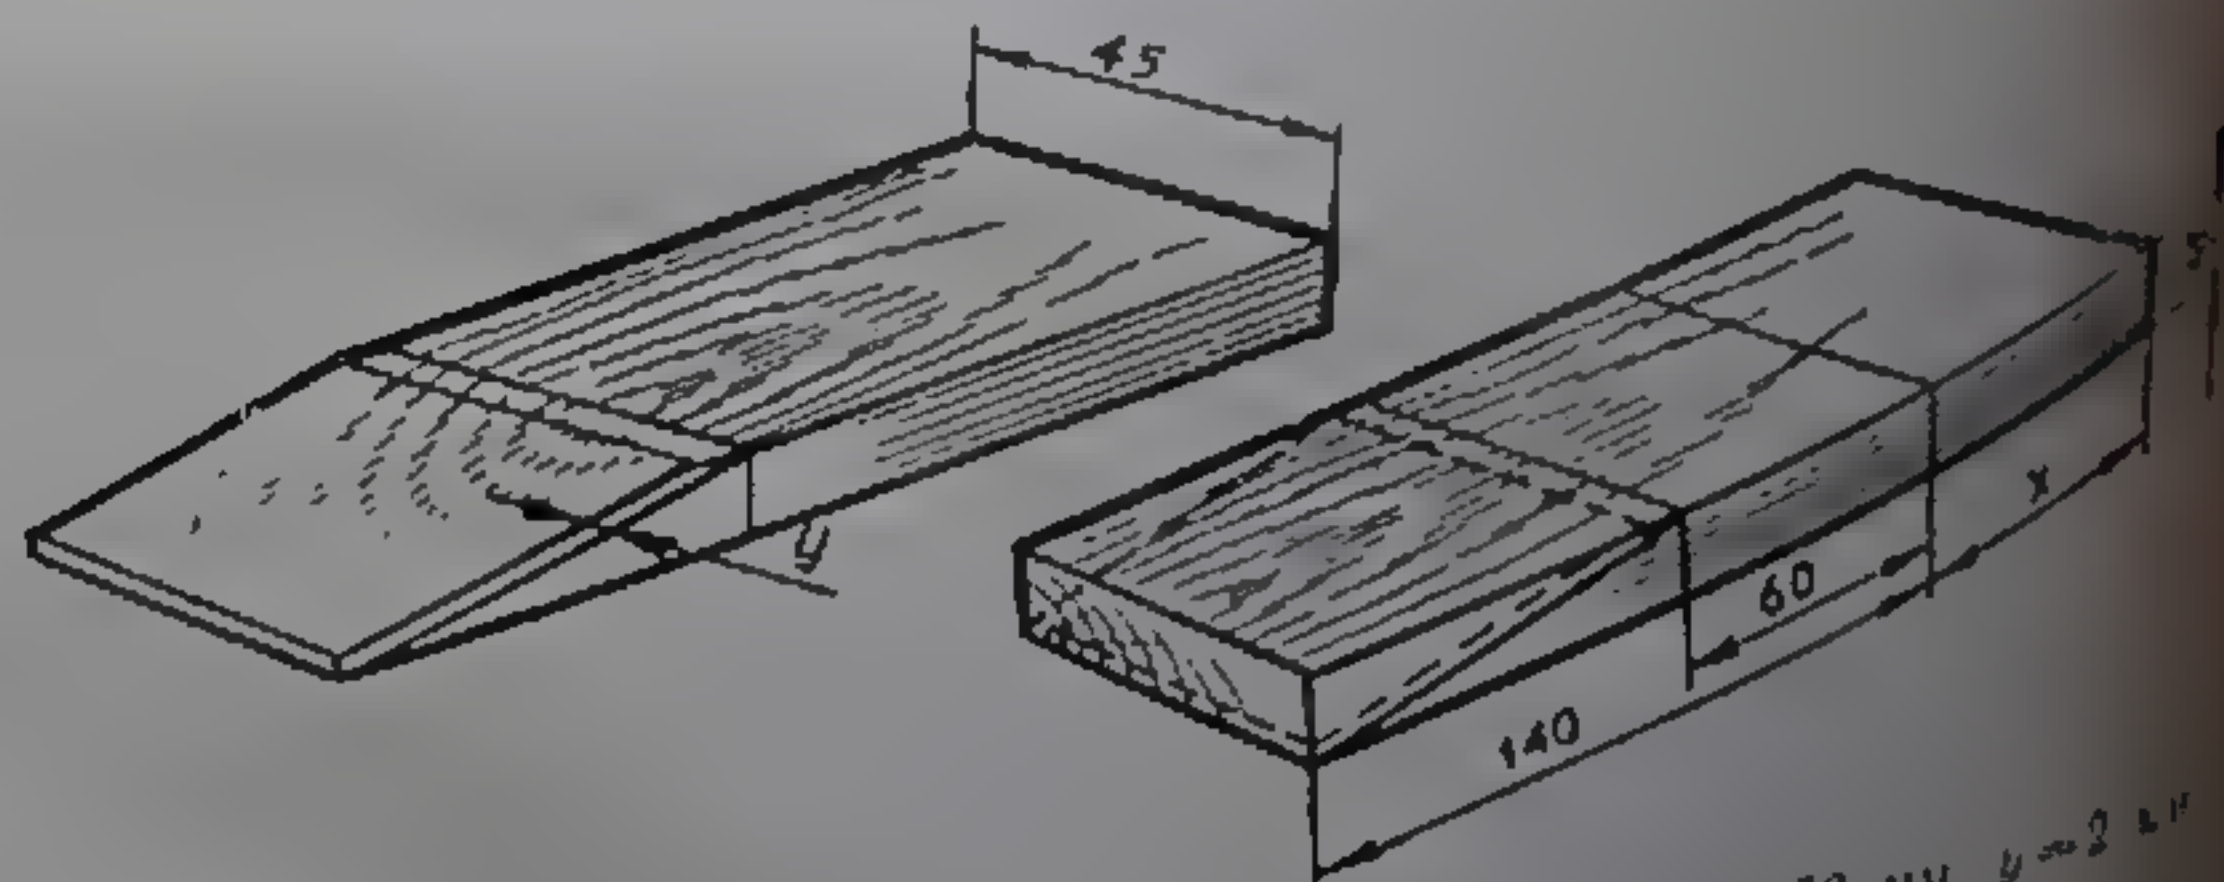

Рис. 140. Разметка и спиливание уклона клина: $x = 50$ мм, $y = 2$ мм
3. Разметить и спилить уклон (рис. 140).